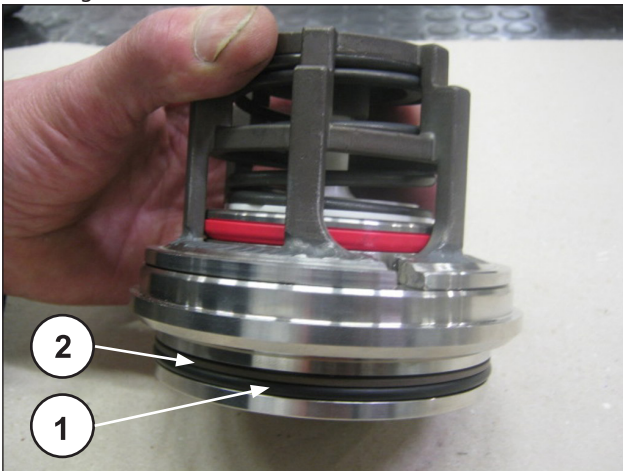

Abb. 184
Montieren Sie den O-Ring (Pos. ①, Abb. 184) und den Stützring (Pos. ②, Abb. 184) auf den Sitz des Druckventils.